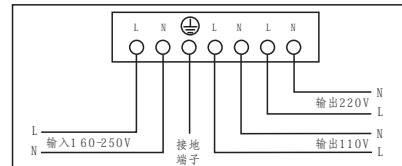
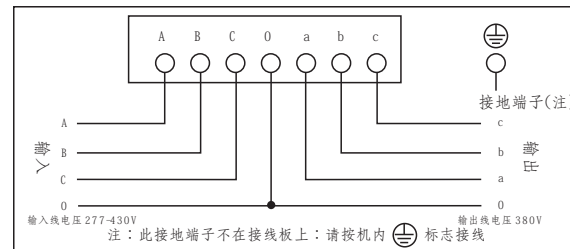

图8：单相SVC2000VA 3000VA接线图
图10：三相SVC1.5kVA及以上产品接线图
- 1、使用前先检查电网电压应在本机允许的输入电压范围内，在按照稳压器后后面板接线标志接线，勿接错，接地要可靠。（单相1500VA及以下稳压器输入接线为电源线、输出为插座；其它稳压器接线可参照图8-图10）